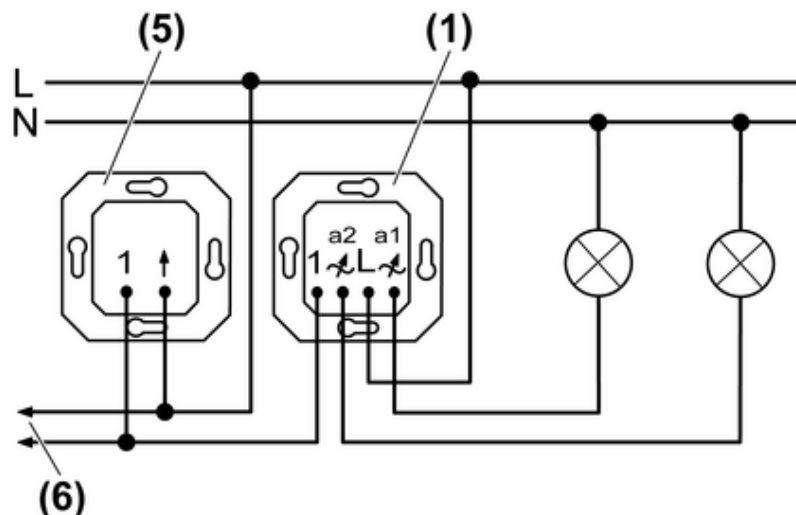

Bild 3: Anschlussplan
- Dimmer gemäß Anschlussplan anschließen (Bild 3).